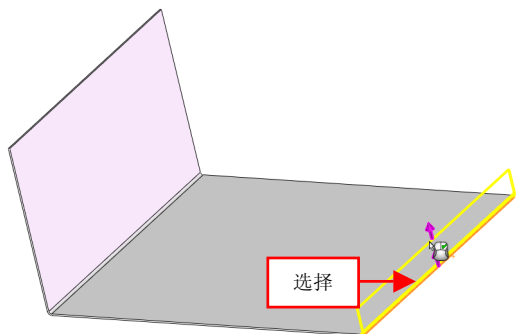

图 13-26 选择合适的边线
(6) 单击菜单栏中的【插入】|【钣金】|【边线法兰】命令，弹出【边线-法兰】属性管理器，选择合适的边线，如图 13-26 所示。